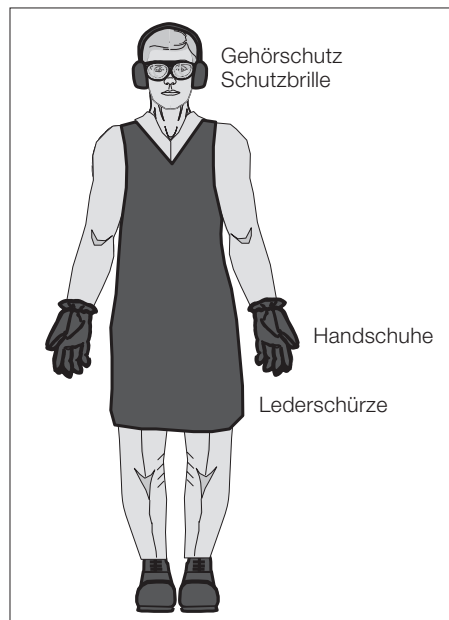

Bild 6:
- 21 Verfügt das Personal über die erforderliche persönliche Schutzausrüstung wie doppelte Lederschürzen mit Kunststoffverstärkung, Gehörschutz und Schutzbrille? (Bild 6)